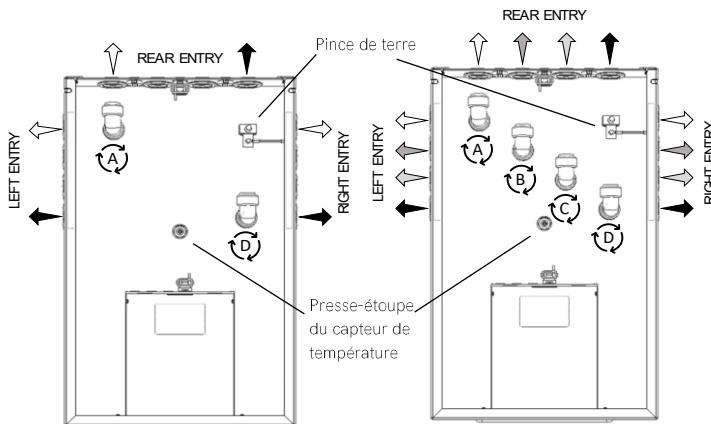

Figure 6 - Ports Thermino ePlus (70 à 210 : à gauche, 300 : à droite)
- Pivoter les coudes sur le côté choisi pour raccorder le système hydraulique (gauche, droit ou arrière) (Figure 6).
- Pour les modèles Thermino 70, 150 et 210 ePlus, raccorder l'entrée d'eau froide au port A et la sortie d'eau chaude au port D (Figure 6, côté gauche).
- Pour les modèles Thermino 300 ePlus, raccorder l'entrée d'eau froide aux ports A et B et la sortie d'eau chaude aux ports C et D (Figure 6, côté droit).